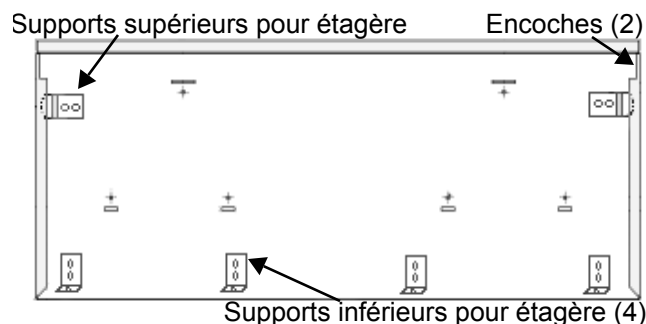

Figure 16 : Dos de la plaque murale
2. Installez les deux supports supérieurs pour étagère et les trois supports inférieurs pour étagère aux endroits indiqués sur les gabarits. Fixez-les en place à l'aide des (10) vis de 1 po (25,4 mm) fournies.
5. Installez la plaque murale en plaçant les encoches des coins (dos de la plaque murale) au sommet des deux supports supérieurs pour étagère. Faites glisser l'ensemble de l'étagère vers le haut jusqu'à ce que la partie inférieure s'enclenche dans les quatre supports inférieurs (Figure 16).